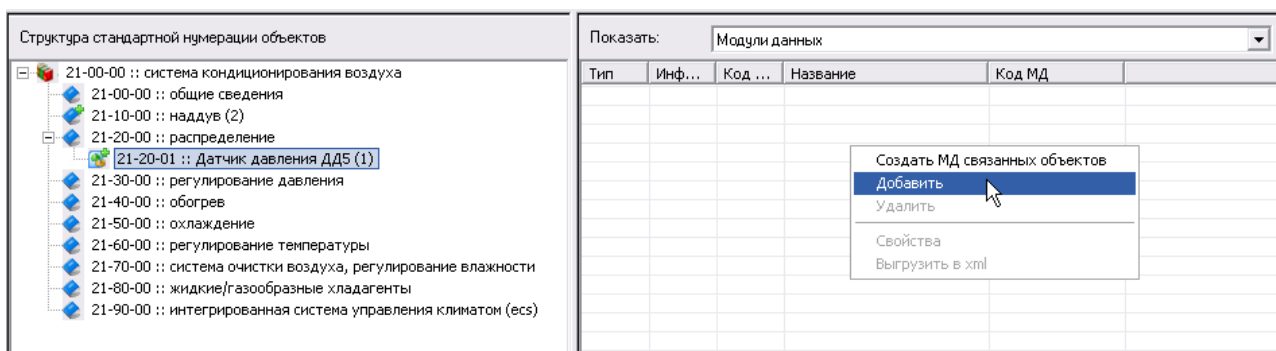

Рис. 9-23
3. В появившемся контекстном меню выберите **Добавить** (рис. 9-23).